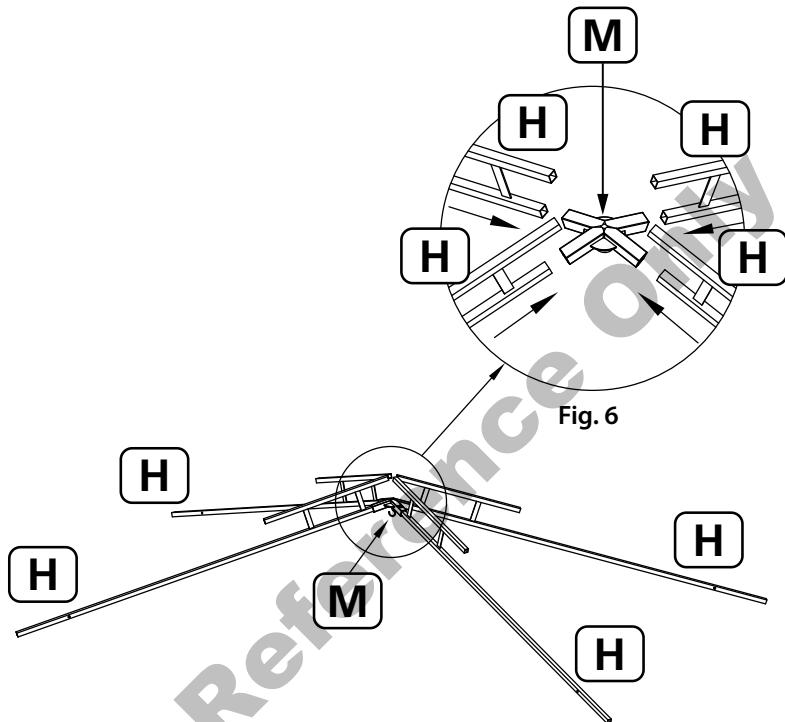

Fig. 6
Insérez l'armature inférieure de chaque armature d'auvent à deux niveaux (H) dans les ouvertures du connecteur d'auvent (M), voir Fig. 6, à l'aide des boutons-poussoirs présents sur les pièces H pour fixer ces pièces ensemble.